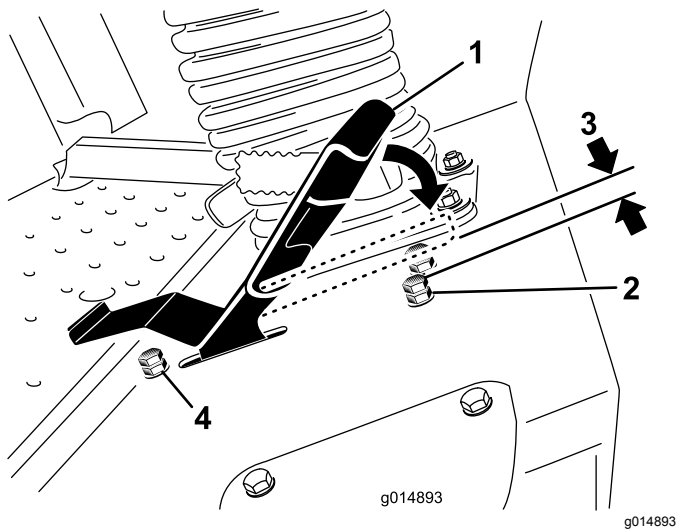

図 50
3. 走行ペダルのストップボルトについているジャムナットをゆるめる(図 50)。